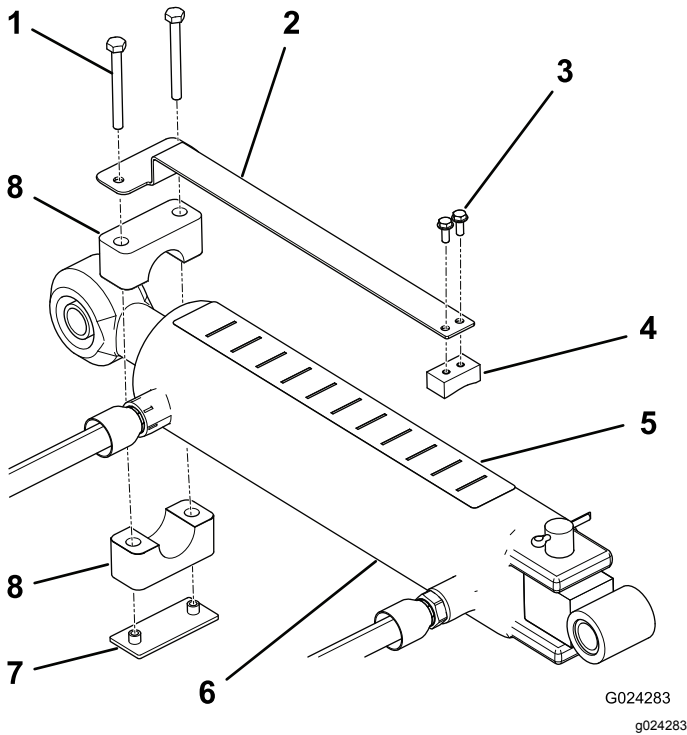

图8
1. 用 2 个机器螺丝#10 x ½ 英寸将深度计安装到滑块的平面侧并按照图8所示调整组件位置。
2. 使用管夹、焊接板和 2 个螺丝 ¼ x 2½ 英寸将深度计松松地安装到顶部连杆油缸的杆端图8。确保管夹保持足够的松动以便让它们旋转到所需的位置。
4. 将深度标贴粘贴到油缸顶部从操作位置能够看到的地方且不会影响液压软管或其他障碍物图8。将标贴带有“J”字母的一端朝向打孔机。